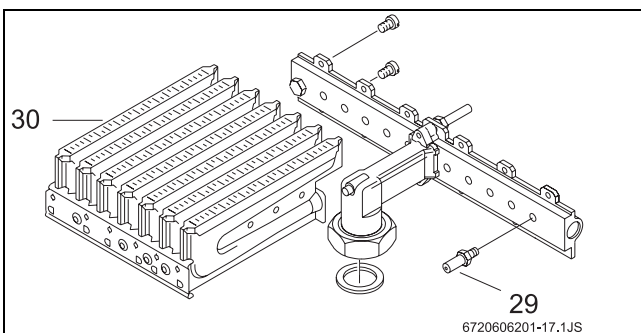

Fig. 19
- ▶ Smontare entrambe le rampe degli ugelli (→Fig. 19, pos. 30) e sostituire gli ugelli (→Fig. 19, pos. 29).